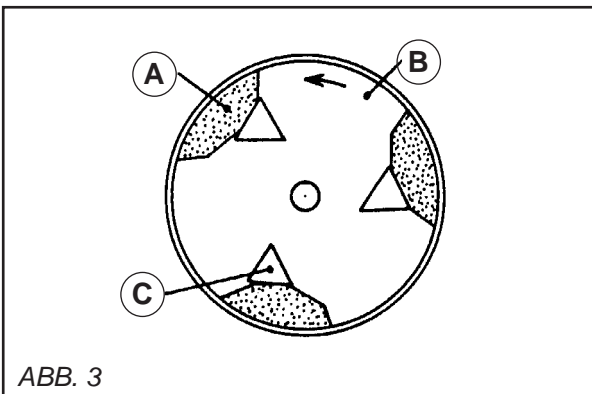

ABB. 3
- Den magnesiumhaltigen Block (A) so auf die Platte (B) legen, dass der winkelförmige Teil des Blocks zwischen den Keil (C) und den Plattenrand zu liegen kommt. Den Block mit einem Druck einpassen und gleichzeitig den Keil so ausrichten, dass der Block mit der größtmöglichen Auflagefläche gehalten wird. (Siehe Abb. 3)